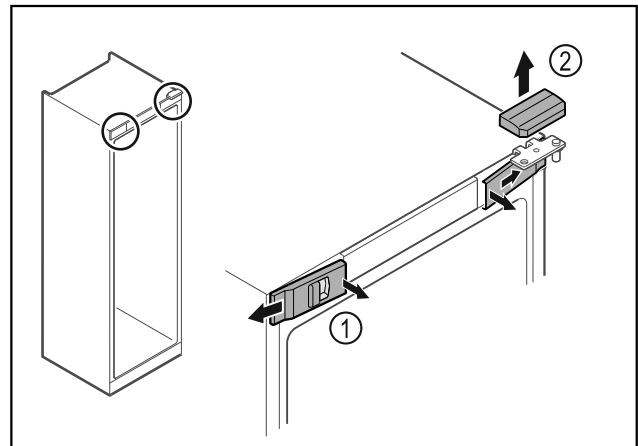

Fig. 6
- ▶ Décrocher les caches avant Fig. 6 (1) du côté intérieur et les retirer vers l'extérieur.
- ▶ Retirer le cache supérieur Fig. 6 (2) vers le haut.